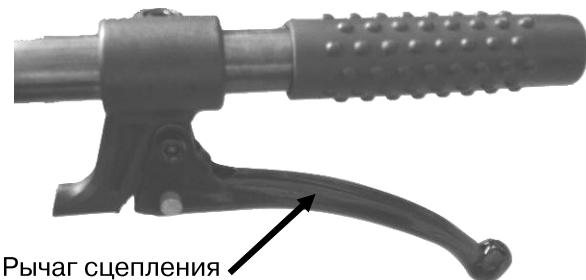

рис. 9
- Для запуска вращения фрез нажмите и удерживайте рычаг сцепления культиватора. Рис. 9
- Установите рычаг сцепления в среднюю позицию. (См. рис. 9)